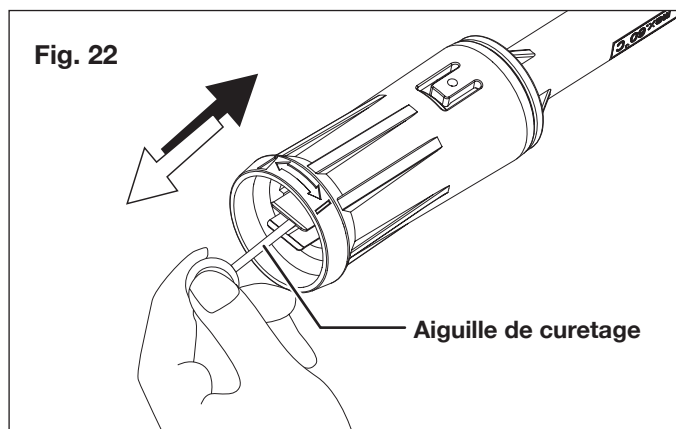

Fig. 22
2. Nettoyez la buse à l'aide de l'aiguille de curetage fournie (Fig. 22). Retirez la lance d'arrosage du pistolet; retirez toute la saleté de l'orifice de la buse et rincez.